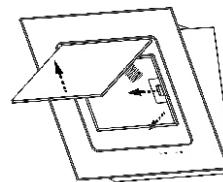

рис. 4
8.3 Для очистки алюминиевого фильтра извлеките его из вытяжки (рис.4). Произведите очистку фильтра с помощью щетки горячим водным раствором нейтрального моющего средства вручную или в посудомоечной машине (при 60°C). Сильно загрязненный фильтр не следует мыть в посудомоечной машине вместе с посудой. Страйтесь не сгибать фильтр при мойке. Возможное изменение цвета фильтра, с течением времени, не приводит к снижению эффективности его действия.
#### 6.1.1 Перед установкой вытяжки снимите алюминиевый фильтр (рис. 4).
- потяните за нижний край откидной панели, как показано на рис.4 и откройте ее;